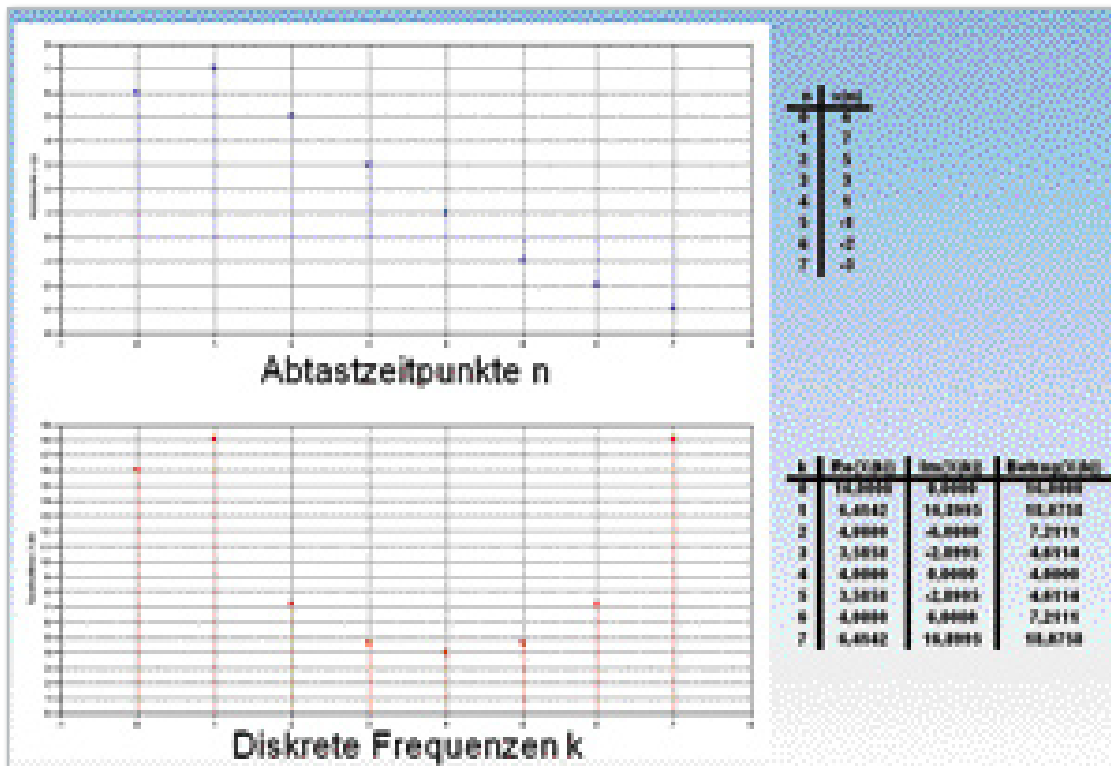

Bild 52: Die Berechnung der DFT nach Gleichung (85) von Hand ist stupide und mühsam, mit Scilab dagegen ganz einfach.
Das Auswerten der Gleichung (85) von Hand mit Hilfe eines Taschenrechners ist nicht schwierig, aber mühselig und fehlerträchtig. Lediglich die erste Spektrallinie $X(k=0)$ ist einfach zu berechnen, weil dann der Drehfaktor 1 ist und sich der Spektrallinienwert einfach als Summe aller Abtastwerte ergibt. Entsprechendes gilt bei Gleichung (86). Mit einem kleinen Scilab-Programm kann man sich das Leben sehr erleichtern. Abbildung 52 zeigt, wie ein diskretes Zeitsignal bestehend aus 8 Abtastwerten gemäß Gleichung (85) in ein diskretes Spektrum aus ebenfalls 8 Spektrallinien umgerechnet wird. Weil die Spektrallinien im Allgemeinen komplex sind, wurde ihr Betrag berechnet und abgebildet. Phaseninformationen sind dabei verloren gegangen.